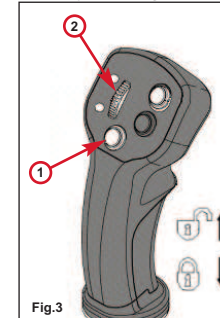

Fig.3
- Appuyer sur la touche "point mort" du levier de commande manipulateur (Fig.3 - rep.1).
- Sélectionner le sens de marche en tournant la mollette du levier de commande manipulateur (Fig.3 - rep.2), vers le haut pour avancer (voyant vert du haut allumé) ou vers le bas pour reculer (voyant vert du bas allumé).
Manipulation de charges (Fig.3)